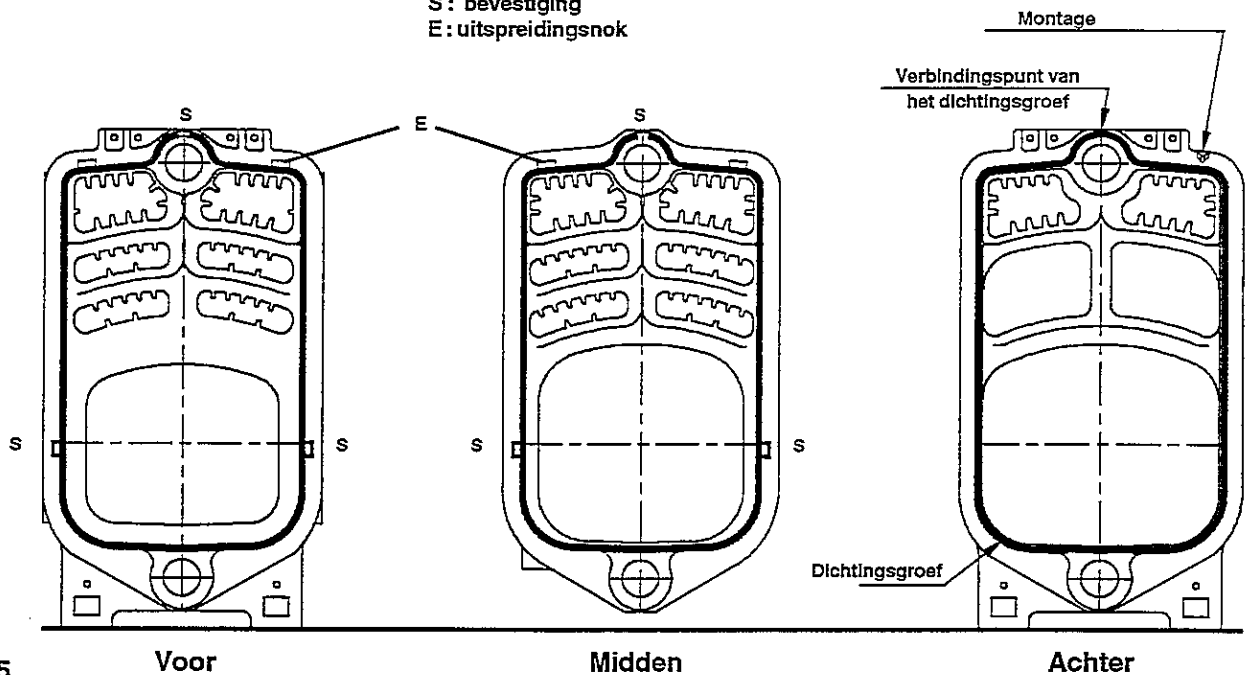

Fig. 5
NOTA : Au cas où il serait nécessaire de démonter un élément de la chaudière pour éviter de détériorer les gorges d'étanchéité, il est impératif, pour séparer les éléments, de placer le burin au niveau des bossages d'écartement (E) prévus en partie supérieure (voir figure 5).